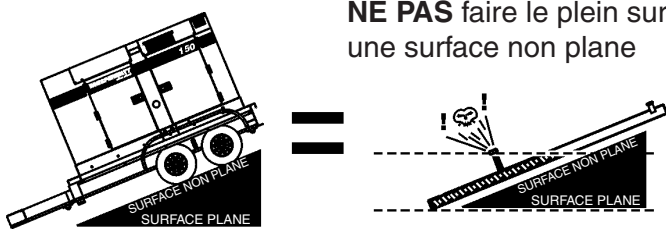

Figure 31. Remplir seulement sur une surface plane
1. **Garder le réservoir de niveau** — s'assurer que les piles à combustible soient de niveau avec le sol. Le non-respect de cette précaution peut entraîner le renversement de carburant du réservoir avant d'atteindre sa pleine capacité (Figure 31).